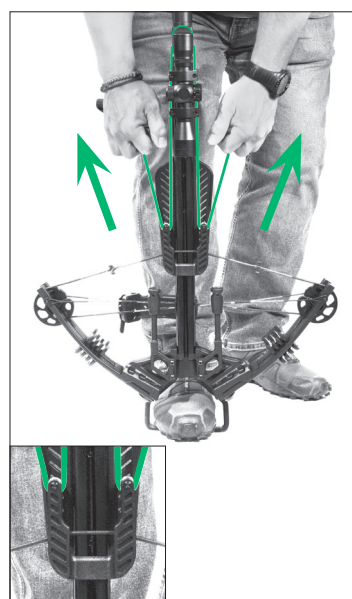

FIGURE 12
- 3c Placez le centre de la corde d'armement dans la rainure de corde. (Fig.12)
- 3d Placez le chariot d'armement sur la corde de l'arbalète en vous assurant que la corde est bien posée sur le chariot, puis tirez avec une force uniforme. (Fig.12)